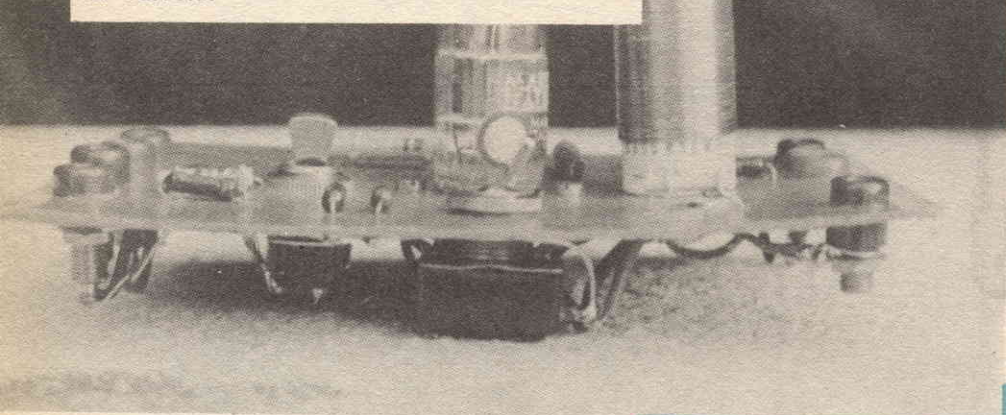
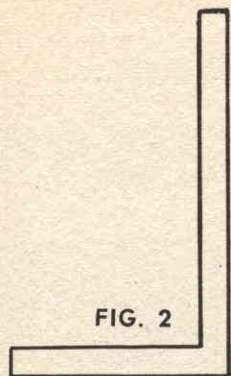
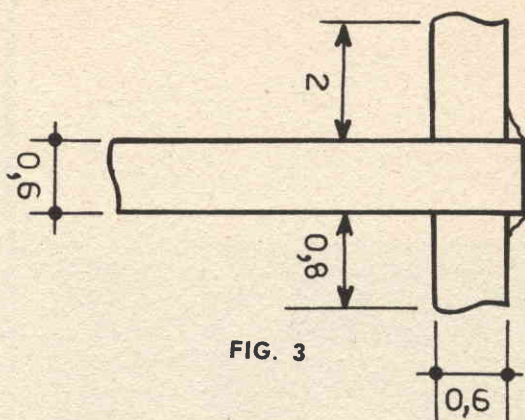

FIG. 1
FIG. 2
FIG. 3
nario magnetofono, ma con caratteristiche speciali. Esistono anche dei prototipi di riproduttori di immagini, destinati agli amatori (fig. 1). Per la riproduzione è sufficiente porre su questi apparecchi dei nastri magnetici opportunamente registrati e congiungere il dispositivo a un televisore ordinario. Immediatamente appaiono sullo schermo del televisore le immagini previamente registrate sul nastro magnetico in maniera interamente invisibile, senza aver fatto ricorso alcuno ad una emulsione fotosensibile e a nessun processo fotochimico.
La gabbia della fig. 1, tavola 1, è realizzata in compensato di 10 mm. di spessore, e con una griglia venduta in commercio già montata, quella di cui noi ci siamo serviti aveva come reali dimensioni mm. 208 x 385. Si comincerà anzitutto con lo stabilire i due lati laterali che hanno mm. 280 x 200; nei bordi inferiori e superiori verranno segati degli intagli a metà legno di 10 mm. di larghezza per ricevere il tetto e la base, a 5 mm. dal bordo posteriore, verrà scavato un incavo di 3 mm di larghezza e 5 mm. di profondità per ricevere il tetto e la base; a 5 mm. dal sato di 3 mm. Anche il bordo anteriore sarà provvisto di un incavo di 5 mm. di profondità nel quale verrà a scorrere la grata, la larghezza dell'incavo sarà pertanto in funzione dello spessore di questa. Una tacca superiore di 18 x 20 mm. verrà fatta per ricevere l'incastro solidale della grata, un'altra scanalatura di mm. 10 x 10 riceverà la traversa anteriore (vedi fig. 2). In uno dei lati sarà praticata un'apertura di mm. 80 x 80, apertura che verrà chiusa da una porticina montata su piccole cerniere e mantenuta in posizione chiusa da un piedino girevole in ottone, dal lato interno di tale apertura verranno
no fissate due barre metalliche, come mostra la figura 6, che serviranno a mantenere salda la mangiatoia. Le estremità di queste barre vengono introdotte in fori ad attrito duro. I due lati sono riuniti per mezzo della tavola di base di mm. 390 x 20 e del tetto di mm. 390 x 180. Questi due pezzi riceveranno nel loro bordo posteriore una scanalatura per il fondo in compensato di 3 mm. che avrà per dimensioni millimetri 390 x 270. L'unione si farà con incollatura rinforzata da qualche chiodino sottile. La traversa anteriore verrà fissata a delle tacche ed il tutto sarà accuratamente pomiciato, gli angoli saranno arrotondati. La grata verrà inserita nelle scanalature dopo essere stata munita di una barra superiore provvista di un incavo nella quale sarà tenuta salda da qualche vite sottile che passa sotto l'intelaiatura (fig. 3). L'apertura, lasciata libera al disotto per la vaschetta della sabbia che verrà realizzata in zinco sottile, sarà chiusa da una striscia di compensato di 10 millimetri, secondo il profilo della figura 4; due viti a testa rotonda sostituiranno la cerniera (vedi fig. 2), una terza vite posta al centro servirà da impugnatura (fig. 1). Quattro piedi di gomma (fig. 5) verranno fissati sotto la base. I bastoni da usare in questa gabbia sono del tipo a base (vedi fig. 2).
se del complesso, dopodiché al centro vi si praticherà un foro del diametro di circa 7 mm, profondo un centimetro. Sulla tavoletta poi si fisserà con chiodini qualche foglio di mica o amianto, reperibile presso qualsiasi magazzino di articoli elettrici. La resistenza da ferro da stiro è composta da una piastrina di mica su cui è avvolto il filo resistivo di nichel-cromo, compresa fra altre piastrine di mica, isolanti. Occorrerà quindi mettere a nudo il filo su una faccia qualsiasi della resistenza togliendone le piastrine relative. La resistenza andrà posta in tal modo, col filo nudo verso l'alto, sulla basetta di legno, a cavallo del foro, e fissata con chiodini, come in fig. 1. Si intaglierà poi una striscetta di lamierino d'ottone dallo spessore di 2/10-3/10 di mm, ad «L» di lunghezza adeguata, come in fig. 2, il cui compito sarà quello di portare corrente dalla rete al contatto strisciante, ancora come in fig. 1.
Il contatto strisciante si realizzerà usando due spezzoni di comuni tubetti portatende in lamierino di ottone. Essi verranno tagliati secondo le dimensioni di fig. 3 e saldati a stagno fra loro badando, nello spezzone strisciante, a mantenerne la parte giuntata verso l'alto per non rovinare il nichel-cromo strisciandovi sopra ripetutamente.
La parte inferiore del perno verticale andrà infilata nel foro della basetta. Al perno andrà pure saldata a stagno la laminetta ad «L», previamente piegata e fissata sempre come in fig. 1. Essa, piegata a molla garantirà la rotazione del perno ed al tempo stesso il suo collegamento con la rete di alimentazione.
2) Su di un lato di tale listello, tracciate una linea con l'inclinazione desiderata, partendo da una estremità perpendicolare alle superfici (fig. 3).